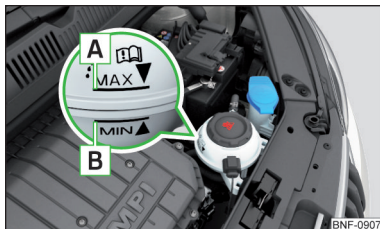

Fig. 142
**Kontrol af kølevæskestand** – kølevæskestanden skal være mellem markeringerne **A** og **B** » Fig. 142. Hvis kølevæskestanden er under markeringen **B**, skal du påfylde kølevæske.
Kølevæskens **specifikation** er angivet på kølevæskeekspansionsbeholderen » Fig. 142.
■ Påfyld ikke kølevæske over markeringen **A** » Fig. 142. Kølevæsken kan blive trykket ud af kølesystemet ved opvarmning – risiko for beskadigelse af delene i motorrummet.